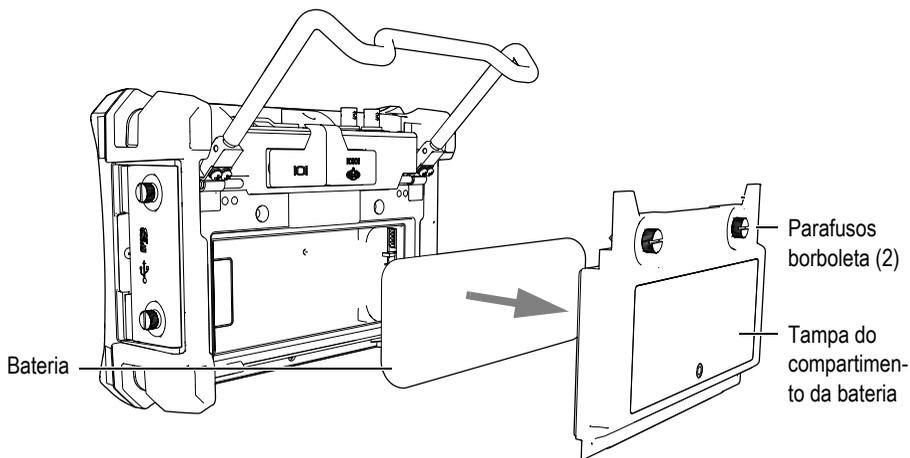

Figura 1-10 Remoção da tampa do compartimento da bateria e da bateria de íons de lítio
2. Solte os dois parafusos que prendem a tampa do compartimento da bateria na parte de trás do aparelho e remova-a (veja Figura 1-10 na página 33).
3. Remova a bateria de íons de lítio, se instalada (veja Figura 1-10 na página 33).